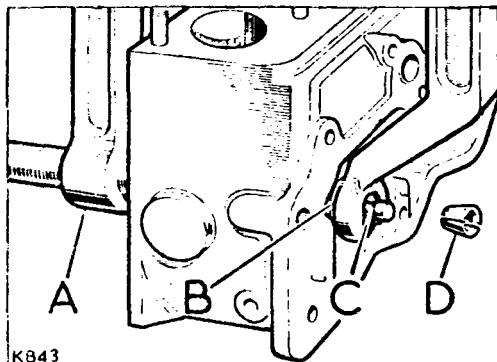

Fig. A4-78.- Desmontaje de válvulas.
2.1.- Utilizando el desmontaválvulas (A) (Fig. A4-78), extraer el conjunto de la válvula, muelle (B) y fiador (D). Mantener las piezas desmontadas por conjuntos.
- 6.3.- Montar los mueiles y sus tapas y, utilizando el desmonta-válvulas (276102) comprimir aquellos y colocar los fiadores en su alojamiento de los vástagos. (Fig. A4-78).